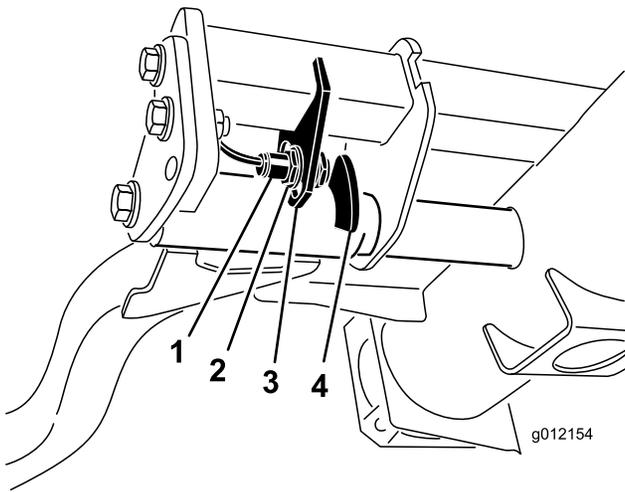

Bild 44
2. Der Hubarmschalter befindet sich unter dem Hydraulikbehälter hinter dem rechten vorderen Hubarm (Bild 44).
3. Lösen Sie die Befestigungsschrauben des Schalters (Bild 44) und schieben Sie den Schalter nach unten, um die Wendehöhe des Hubarms zu erhöhen, oder schieben Sie den Schalter nach oben, um die